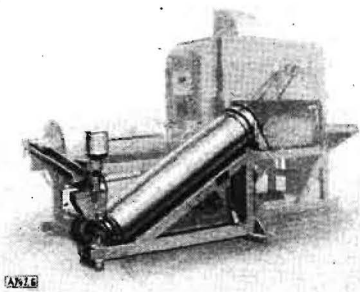

Bild 4. Beizapparat „Saatzfreund“
- „Saatzfreund“ (Bild 4) und „Neusaat-Automatik“ zum Trockenbeizen.